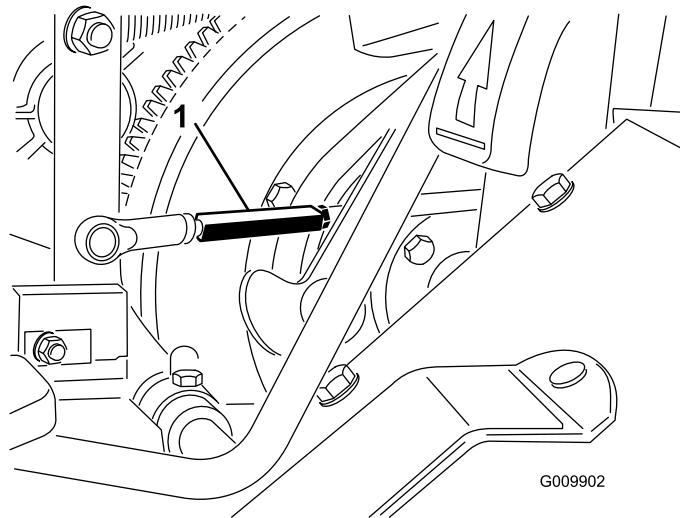

Figure 58
2. Desserrez les écrous de blocage aux extrémités de la tige de déplacement (Figure 58).